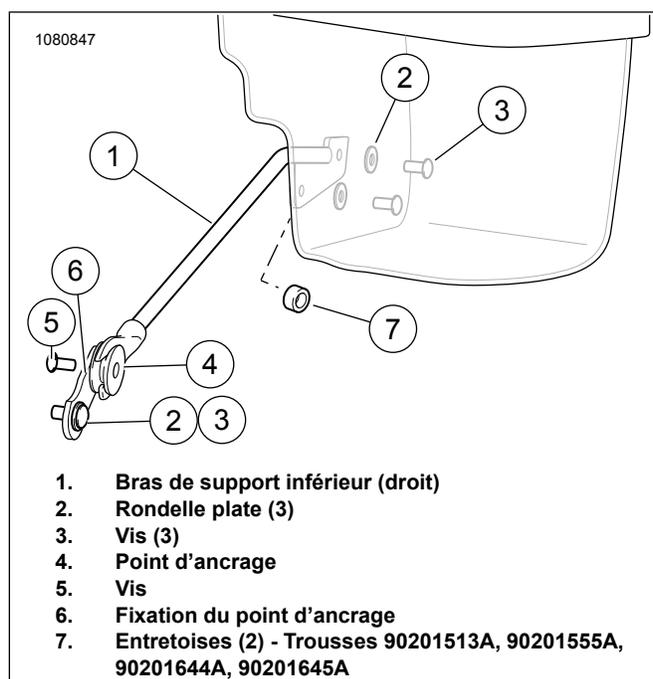

Figure 4. Support de bras inférieur
- Consultez Figure 4 . Appliquer de l'adhésif frein-filet au filetage de la vis (3).
- Consultez Figure 4 . Installer le point d'ancrage (4) sur la fixation (6) du point à l'aide de la vis (5). Le point d'ancrage doit être orienté vers l'extérieur lorsqu'il est installé sur le véhicule. Serrer.
- b. Consultez Figure 4 . Si le véhicule ne possède pas de repose-pieds passager, installer la fixation sur le cadre à l'aide de la vis (3) et de la rondelle (2). Serrer.